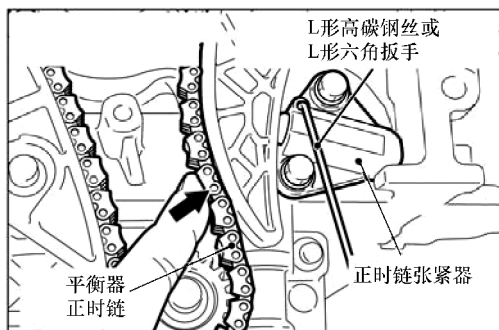

图 9-12 固定正时链张紧器的柱塞
3) 将平衡器正时链压向正时链张紧器，压缩正时链张紧器的柱塞，然后将 L 形高碳钢丝（直径 1.5mm 的钢丝）或 L 形六角扳手从正时链条室以下插入到正时链张紧器的柱塞定位孔中，然后固定正时链张紧器的柱塞，如图 9-12 所示。